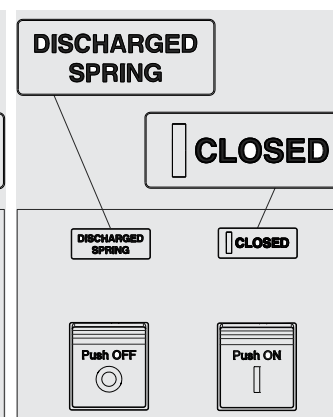

Рис. 24
3. Автоматический выключатель замкнут, пружины механизма не взведены (см. Рис. 24).